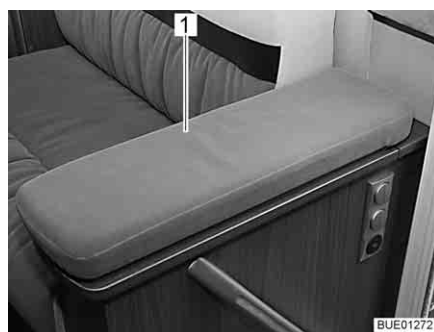
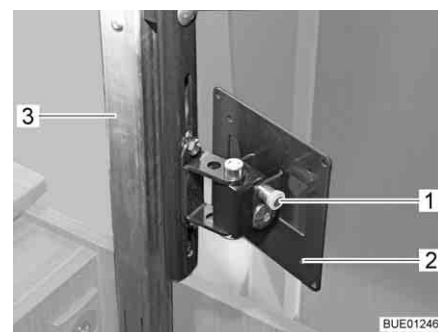

Bild 54 TV-fack
Bild 55 Lyftmekanism
- Tryck, i mitten, lätt ner locket (Bild 54,1) till TV-facket. Den höj- och sänkbara pelaren (Bild 55,3) låses upp och körs uppåt.
- Drag ut låsknappen (Bild 55,1) och vrid fästet (Bild 55,2) med den platta bildskärmen till önskat läge.
- Vrid tillbaka den platta bildskärmen till utgångsläget, tills fästet (Bild 55,2) hakar fast i låset.
- Tryck ner locket (Bild 54,1) i mitten mot den höj- och sänkbara pelarens (Bild 55,3) motstånd, tills låset hakar fast.